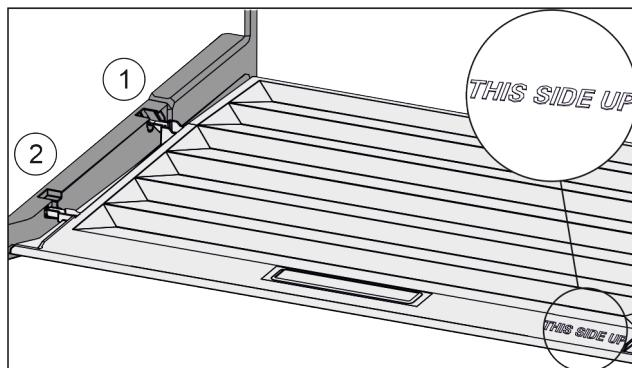

Fig. 74
- ▶ Výstupky veka zavedte cez otvor zadného držiaka Fig. 74 (1) a zaistite vpred v držiaku Fig. 74 (2).